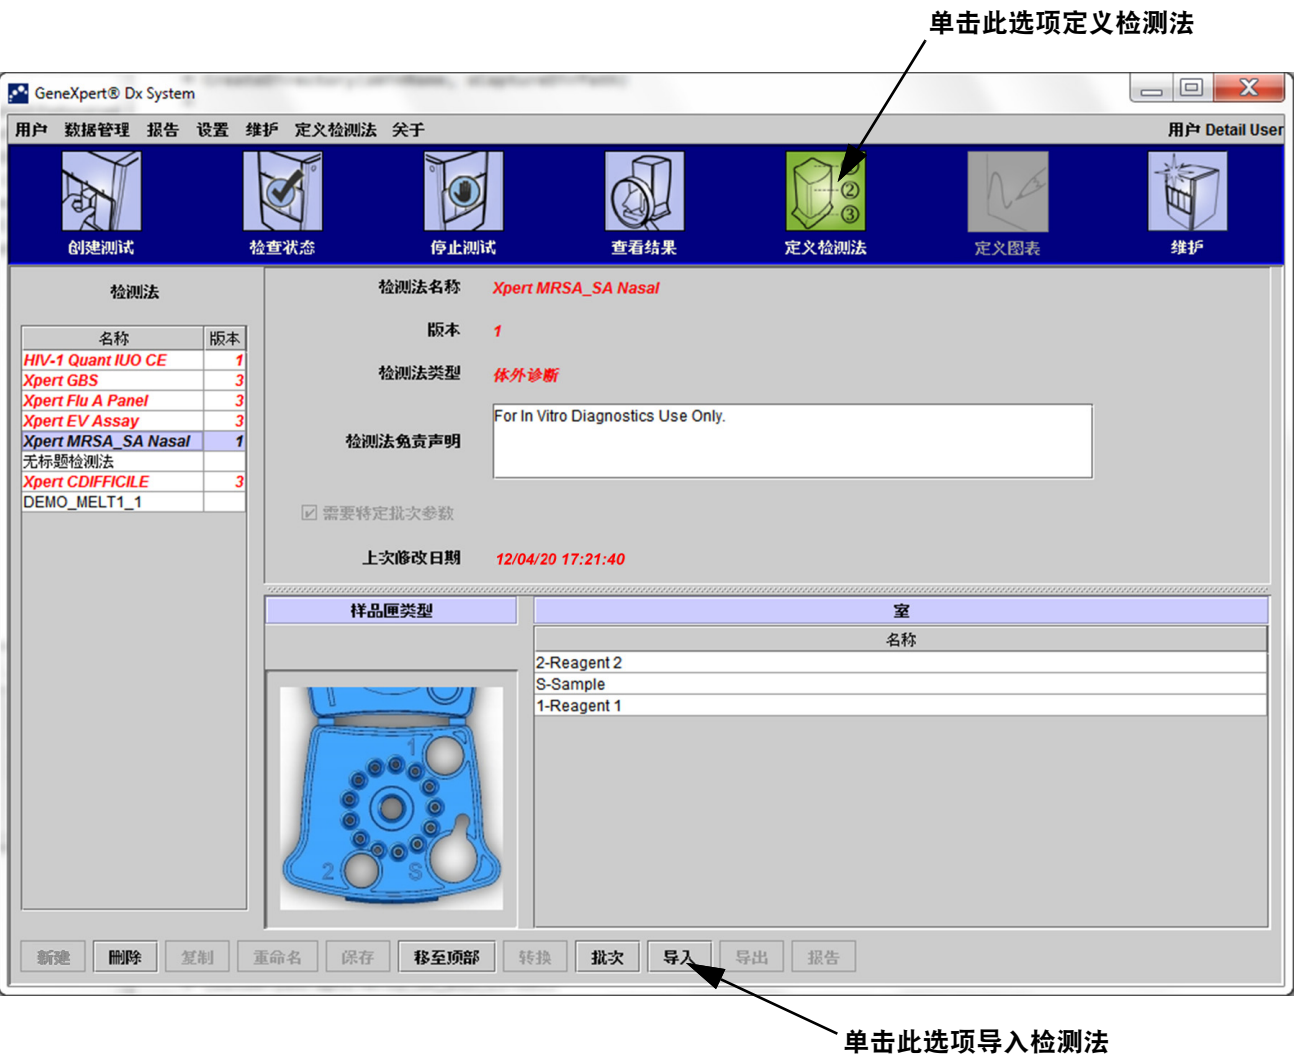
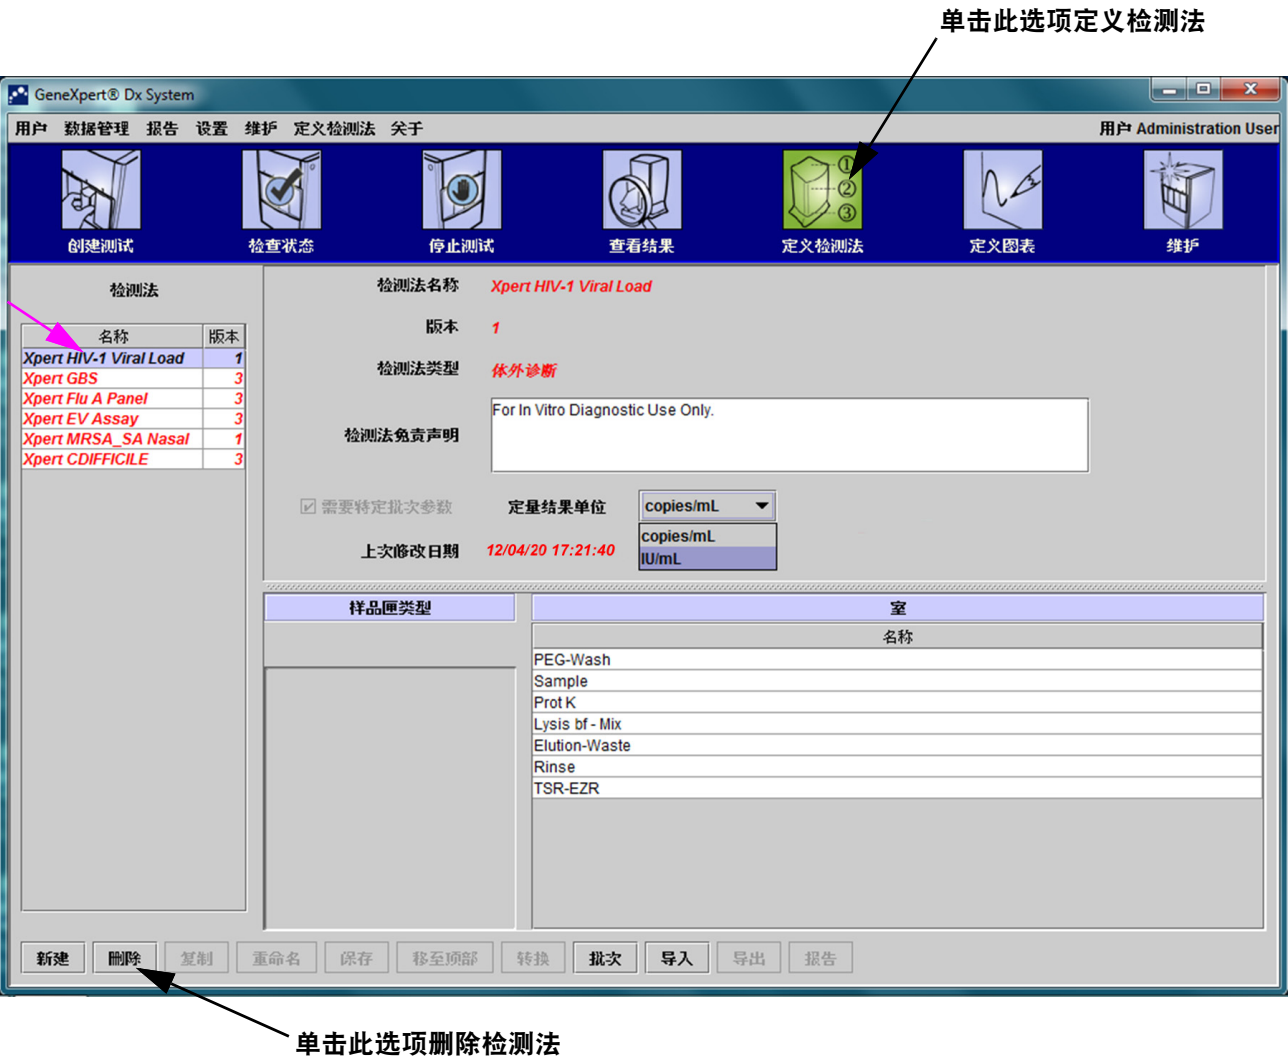

图 2-91. 系统 – “定义检测法” 窗口（Detail 用户视图）
图 2-93. GeneXpert Dx System – “定义检测法”窗口（Administrator 用户视图）
1. 在“GeneXpert Dx System”窗口中，单击菜单栏上的**定义检测法**。出现“定义检测法”窗口。图 2-93 所示为针对 GeneXpert Dx System 管理员的“定义检测法”窗口。Detail 和 Basic 用户的窗口的功能更少。参见图 2-91。
**注** 导入定量检测法之后，可更改“定量结果单位”。参见图 2-93。
- 1. 要删除检测法定义文件，在“定义检测法”窗口（参见图 2-93）的“检测法”列表中选择检测法名称（在窗口的左侧），然后单击删除。出现确认消息。